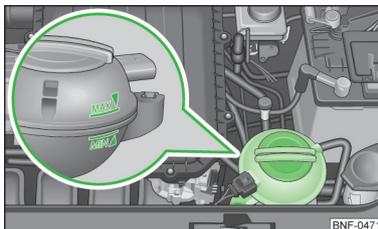

Fig. 102
La désignation du liquide de refroidissement est mentionnée sur le vase d'expansion du liquide de refroidissement » fig. 102 à la page 114.
- Ne laissez pas le liquide de refroidissement dépasser la marque **MAX** » fig. 102 à la page 114.
Vase d'expansion du liquide de refroidissement » fig. 102
➤ Contrôlez le niveau du liquide de refroidissement dans le vase d'expansion » fig. 102.
Le résultat du contrôle peut être imprécis si le moteur est à température de service. Le niveau peut également se trouver au-dessus du marquage « MAX » » fig. 102.